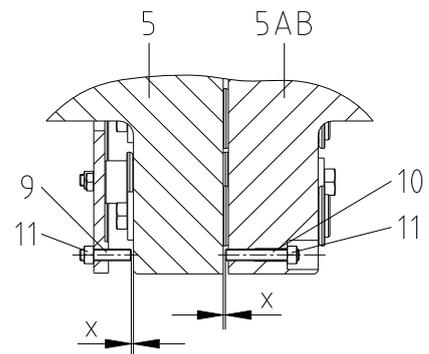

Bild 20
- Stellen Sie das Axialspiel der Kupplung ein (siehe Bild 20). Das Maß x beträgt jeweils die Hälfte vom ermittelten Axialspiel der gesamten Kupplung. Dabei ist zu beachten, dass sich die Motorwelle in der magnetischen Mitte befindet.